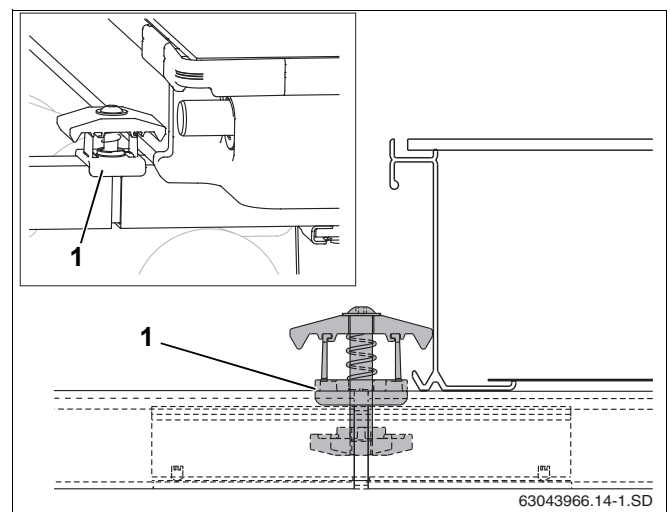

Рис. 44 Установка двухстороннего зажима
- ▶ Установите двухсторонний зажим гайкой вниз в отверстие профильной рейки и соединительной вставки так, чтобы пластмассовая распорка (рис. 44, поз. 1) охватывала профильную рейку.